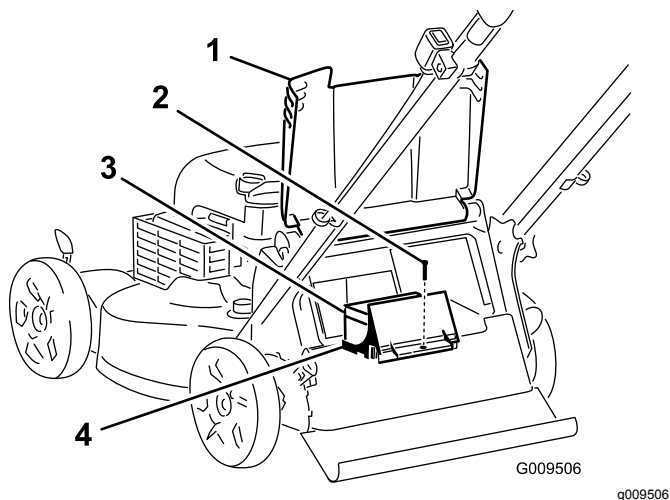

Figure 36
1. Soulevez le déflecteur arrière et localisez le logement de la batterie (Figure 36).